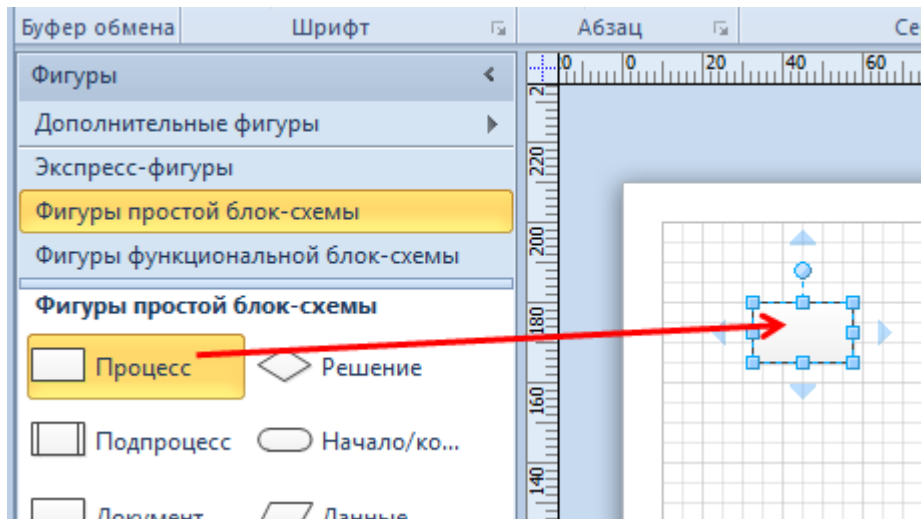

Рисунок 16.3
- отпустить клавишу мышки (рис. 16.3).